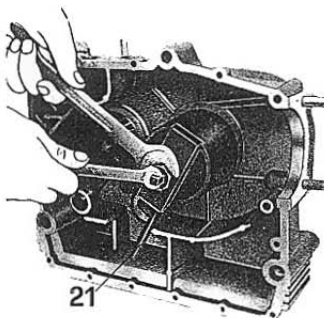

Fig. 19
- l'anello esterno del cuscinetto per albero motore adoperando apposito attrezzo n° 25907060 (21 di fig. 19);